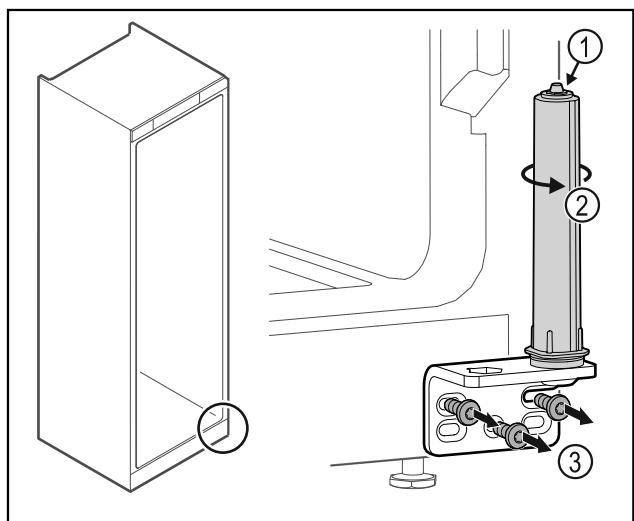

Fig. 38
► Μην αποσυναρμολογείτε το σύστημα κλεισίματος πόρτας Fig. 38 (1).
- Περιστρέψτε το σύστημα κλεισίματος Fig. 38 (2), μέχρι να κάνει κλικ.
- Ξεβιδώστε τη γωνία μεντεσέ Fig. 38 (3).